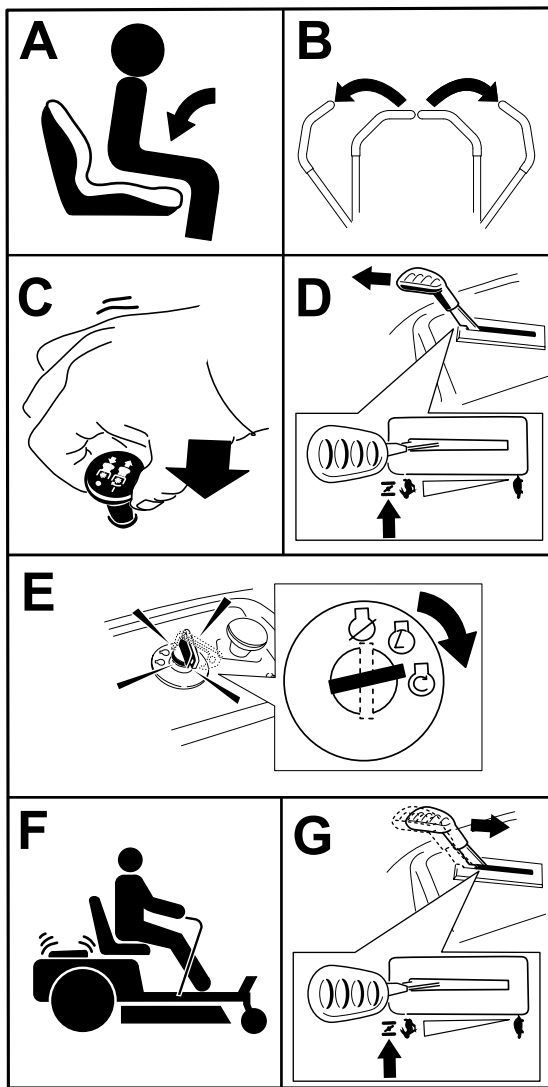

Bild 23
Hinweis: Zum Anlassen des Motors müssen Sie ggf. den Hebel gegen den Anschlag in der Choke-Stellung halten, während Sie den Motor anlassen (Bild 23).
1. Stellen Sie den Zapfwellenantriebsschalter in die AUS-Stellung, um die Messer auszukuppeln (Bild 23).